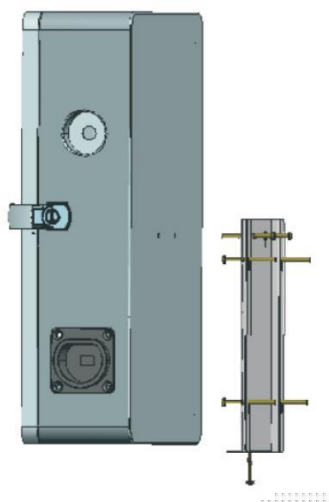

Figura 4-1. Soportes de montaje
1. Fije el soporte de montaje de la estación de carga a la pared con cuatro tornillos de expansión 6*50 y orificios de soporte. Los cables de alimentación deben conectarse desde arriba como en la figura 4-1
2. Consulte la Figura 4-1. Atornille dos tornillos de cabeza hueca hexagonal M6*10 en la parte posterior de la caja y el montaje en el soporte.